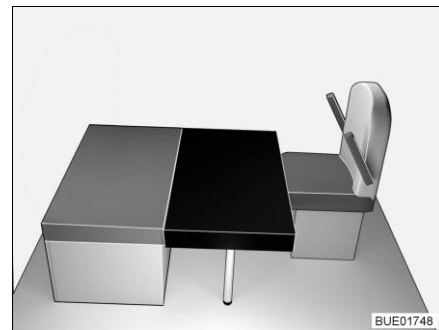

Bild 151 Nach dem Umbau
- Das rechteckige Zusatzpolster auf den Tisch legen (vor das Sitzpolster der Sitzbank, siehe Bild 151). Der Ausschnitt im Zusatzpolster liegt dabei an der vorderen Stützwand.